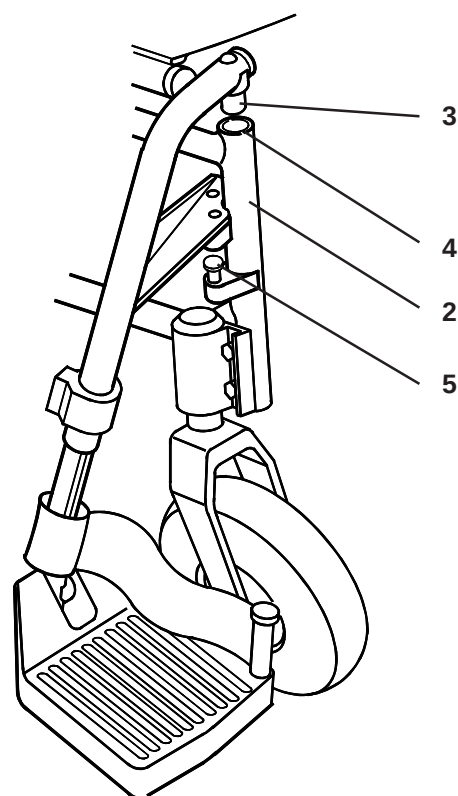

Fig. 16
Voor het terugplaatsen van de beensteun (Fig. 16), plaatst u de bovenste scharnierpen (3) in de geleider (4) van het frame (2) met de beensteun naar de buitenzijde van het frame. Draai de beensteun naar binnen totdat deze in positie vergrendelt op de vergrendelpen (5).